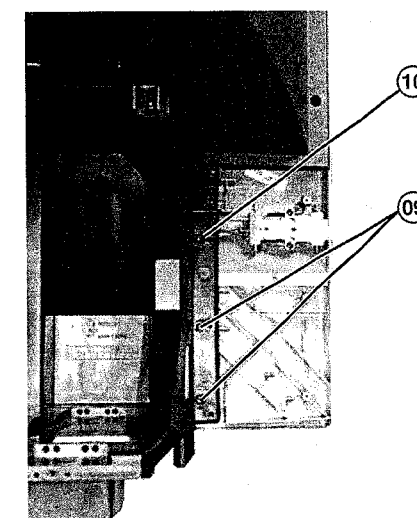

Fig. 7
- d - Schrauben **(09)** auf beiden Seiten des Gerätes lösen und Lautsprechergitter entfernen (Abb. 7)
- e - Schrauben **(10)** auf beiden Seiten des Gerätes lösen (Abb. 7)
- d - Svitare **(09)** (fig. 7) su entrambi i lati del TV e rimuovere la griglia altoparlante
- e - Svitare **(10)** (fig. 7) ai due lati del TV
- d - Desatornillar **(09)** (fig. 7) en los dos lados del televisor y retirar a rejilla de los altavoces.
- e - Desatornillar **(10)** (fig. 7) en los dos lados del televisor